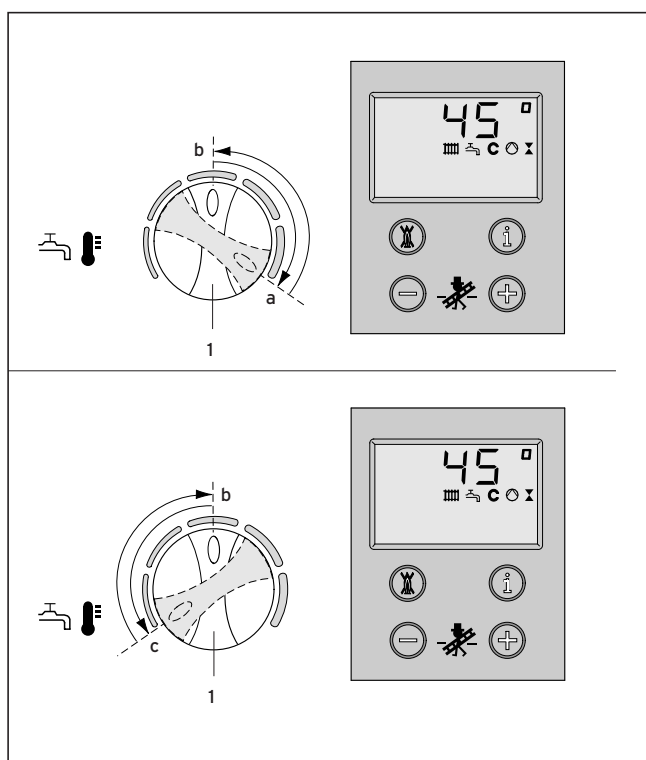

Fig. 3.6: Activación y desactivación del sistema de precalentamiento
- El sistema del precalentamiento se activa haciendo girar la manecilla (1) hacia la derecha hasta llegar al tope (posición a) (Fig. 3.6). A continuación, seleccione la temperatura que se desea, p. e. la posición b.